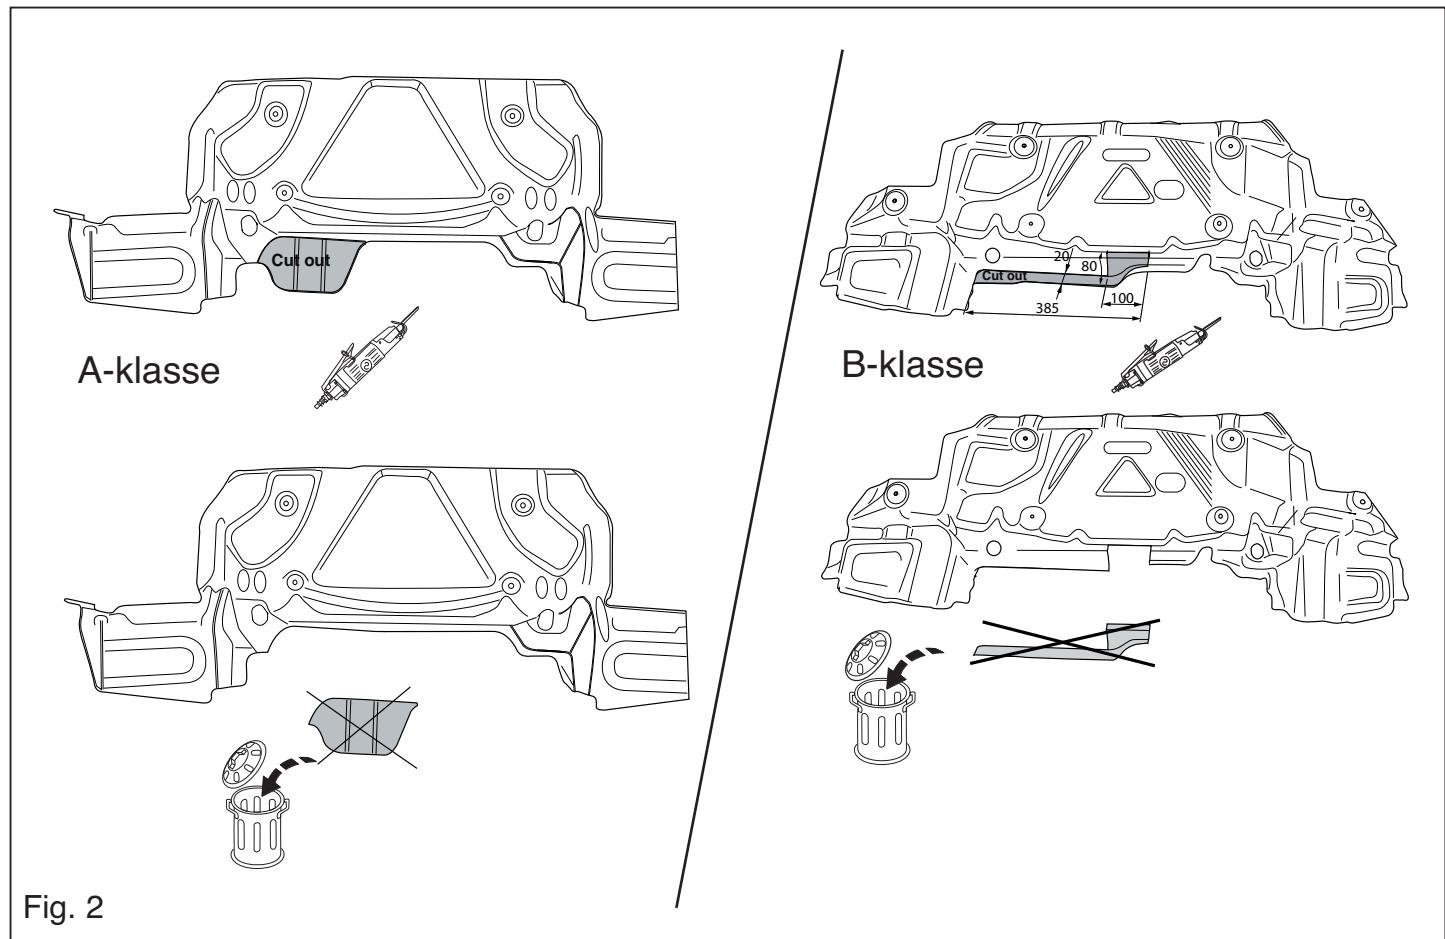

Fig. 2
8. Saw a portion out of the heat shield as shown in figure 2.
8. Gemäß der Abbildung 2 ein Stück aus dem Hitzeschild sägen.
- Découper un morceau du bouclier thermique conformément à la figure 2.